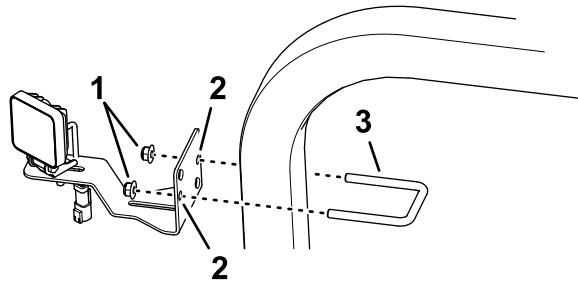

Рисунок 6
1. Установите светодиодный осветительный прибор и кронштейн на трубу конструкции ROPS при помощи U-образного болта (¾ x 2-7/16 x 2-13/16) и фланцевой контргайки, как показано на Рисунок 6.